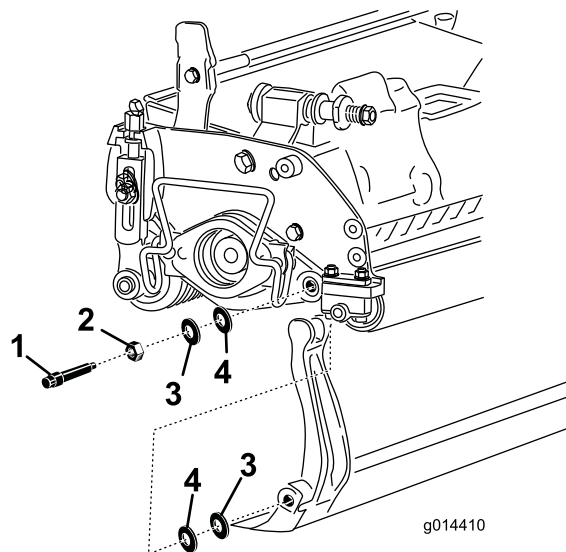

図 15
ドバーの両端にナイロン・ワッシャ2枚とスチール・ワッシャ1枚ずつがあるので注意する（図 15）。
2. ベッドバー・ボルト（とボルトについているナット）とワッシャ4枚（全部で8枚）で、ベッドバーを各サイド・プレートに固定する。サイド・プレートのボスの両側にナイロン・ワッシャを入れる。その外側からスチール製ワッシャを取り付ける（図 15）。